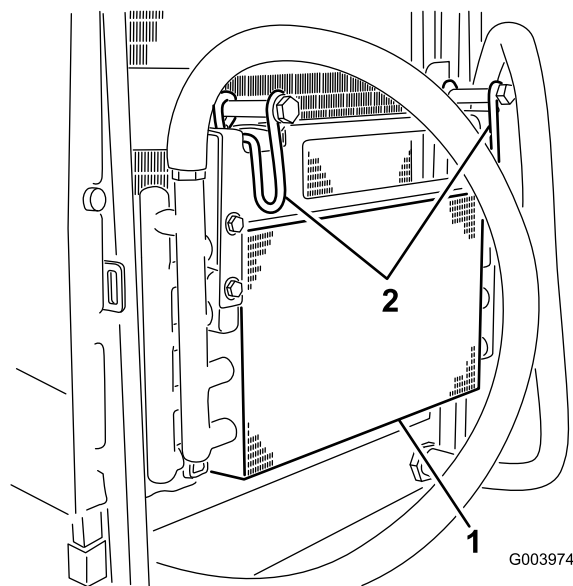

Рисунок 65
5. Поверните защелки внутрь, чтобы освободить маслоохладитель (Рисунок 65).